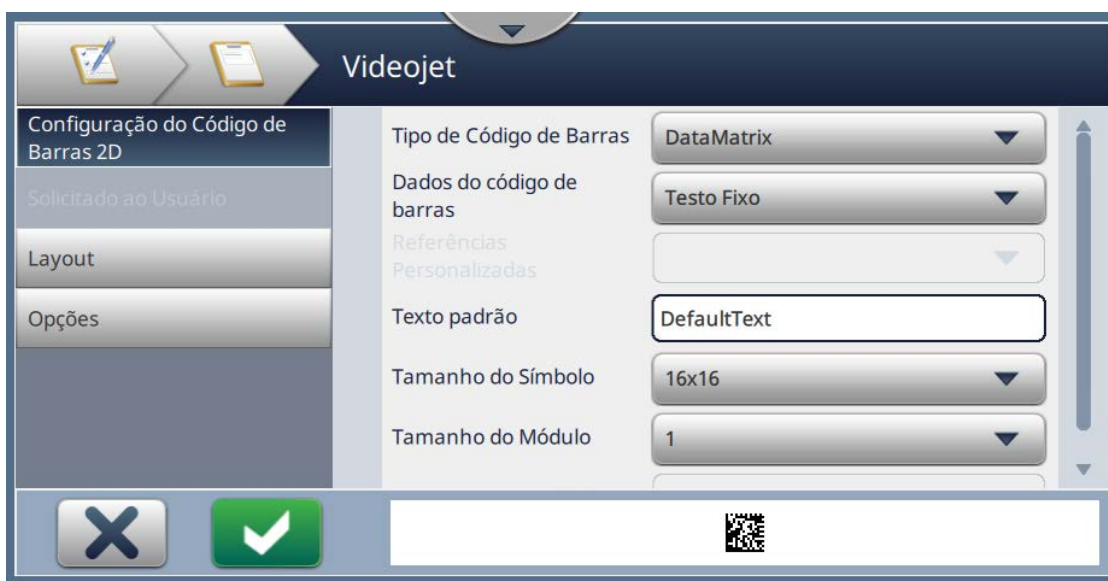

Figura 6-10: Tela de configuração de código de barras 2D
4. A tela Configuração do código de barras 2D é aberta, como mostra a Figura 6-10.